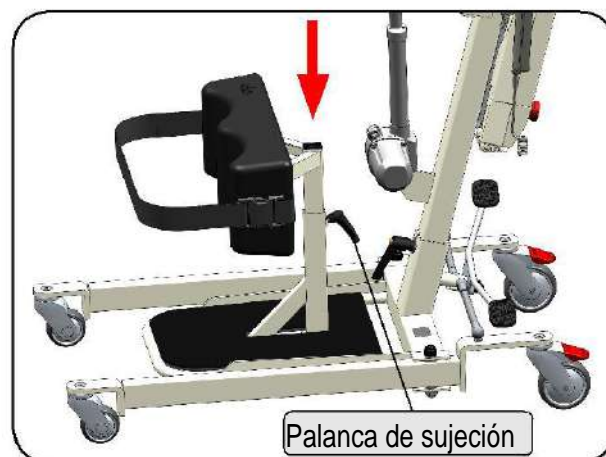

Figura 15
7. Inserte el soporte acolchado para la espinilla en el estibo y ajústelo a la altura deseada mediante la palanca de sujeción. (Figura 15).